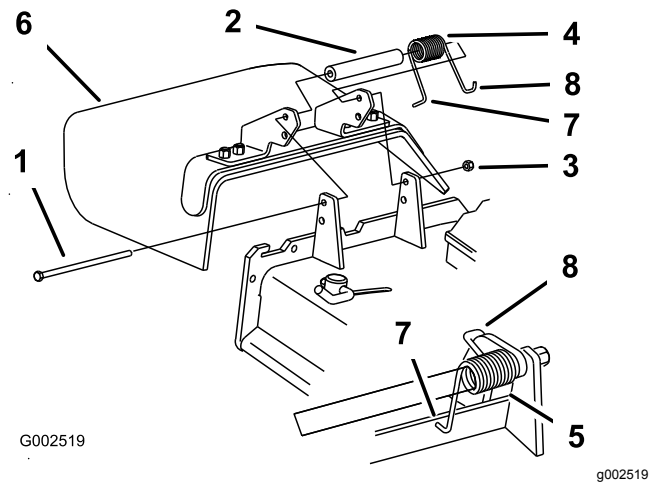

Figura 102
1. Retire la contratuerca, el perno, el muelle y el espaciador que sujetan el deflector a los soportes de pivote (Figura 102).
**Nota:** Asegúrese de colocar el extremo en L del muelle detrás del reborde de la carcasa antes de instalar el perno, según muestra Figura 102.
5. Coloque el gancho en J del muelle alrededor del deflector de hierba (Figura 102).